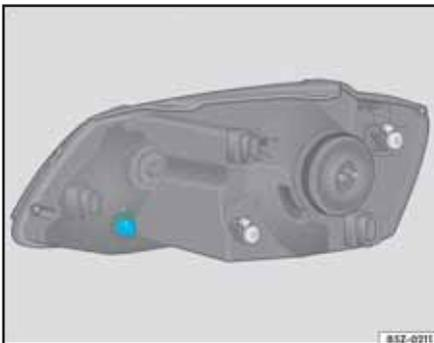
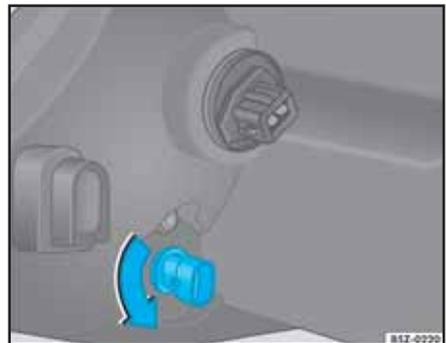

Fig. 177 Localización de la lámpara del faro delantero (luz de posición)
Fig. 178 Portalámparas de la lámpara del faro delantero (luz de posición)
- Retire el portalámparas de la lámpara ⇒ fig. 177, girándolo en sentido contrario a las agujas del reloj ⇒ fig. 178 -flecha-.